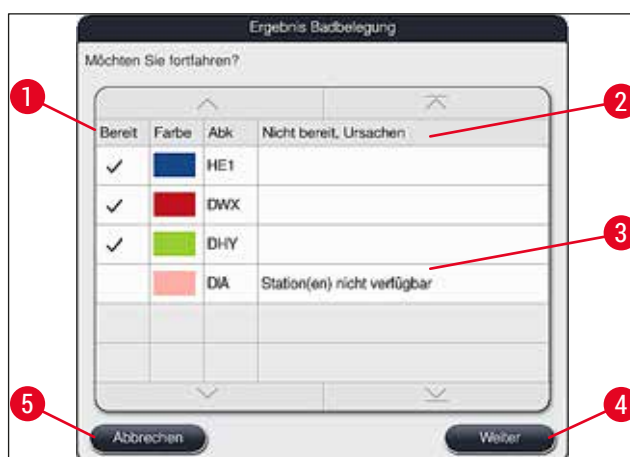

Abb. 52
- Wurden mehr Programme ausgewählt als in die Badbelegung integriert werden konnten, wird der Benutzer durch die Anzeige Ergebnis Badbelegung (→ "Abb. 52") informiert. Erfolgreich integrierte Programme werden durch einen Haken in der Spalte Bereit (→ "Abb. 52-1") markiert.